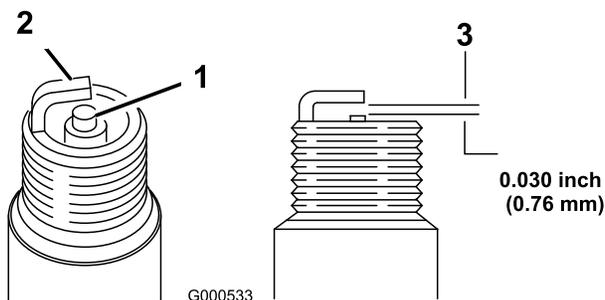

Figura 35
1. Veja a parte central da vela de ignição (Figura 35). Se verificar uma cobertura castanha ou cinzenta no isolante, o motor está a funcionar correctamente. Uma cobertura preta no isolante indica que o filtro de ar está sujo.
2. Verifique a folga entre os eléctrodos central e lateral (Figura 35). Dobre o eléctrodo lateral (Figura 35) se a folga não for a correcta.